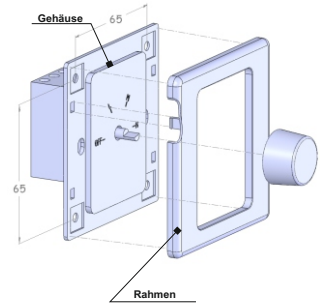

Abb. 3
**REIHENFOLGE DER AUFSTELLUNG** (siehe Abb. 3)